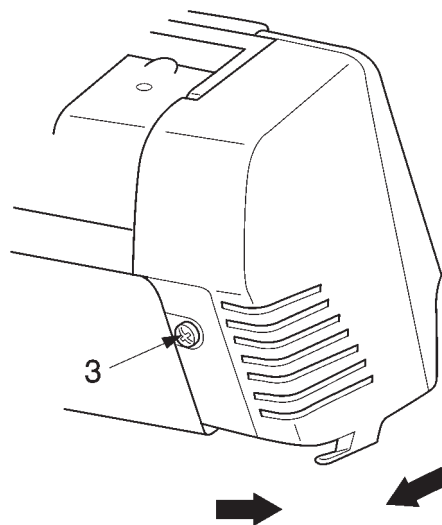

Рис. 4
- Ослабьте крепежный винт 3 (рис. 4).